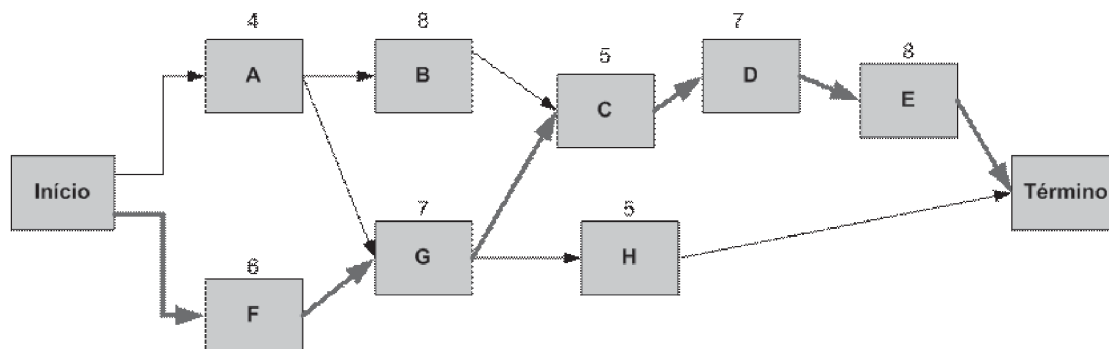

Figura 31 - Caminho Crítico é o caminho mais longo do projeto.
- Caminho crítico é o caminho mais longo numa rede de atividades e determina a primeira data de término do projeto (Figura 31).